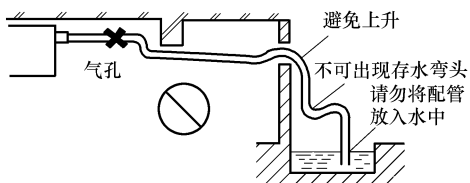

图 3-48 排水配管示意图
1) 排水配管必须保持向下的倾斜度 ($1/50 \sim 1/100$), 并避免上升或出现存水弯头, 如图 3-48 所示。